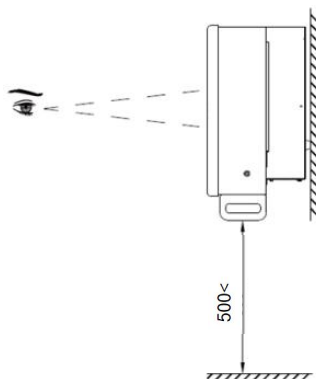

Рис. 4.3 Зона с оптимальной высотой установки
- (2) Вокруг места установки должно быть достаточно свободного пространства для облегчения разборки и сборки инвертора и конвекции воздуха. Как показано на рис. 4.3.